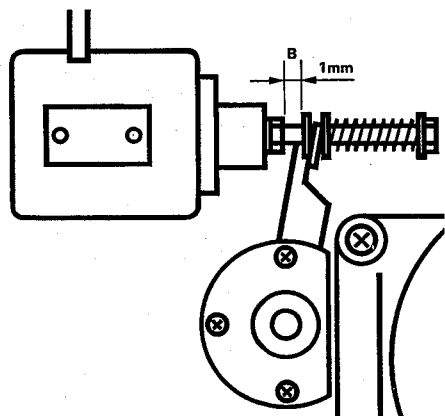

Fig. 4.3.-2
- Par l'intermédiaire d'un fil de nylon fixé d'une part sur l'axe du galet presseur (éventuellement dévissez le couvercle de l'axe) et d'autre part à un dynamomètre. Tirez le bras dans la direction A (fig. 4.3.-1) jusqu'à ce que le galet presseur décolle de l'axe de cabestan. Le dynamomètre doit alors indiquer $13\text{ N} \pm 1\text{ N}$ ($1,3\text{ kp} \pm 0,1\text{ kp}$).
- Andruckkraft kontrollieren und wenn nötig mit Schraube C justieren. (Fig. 4.3.-2).